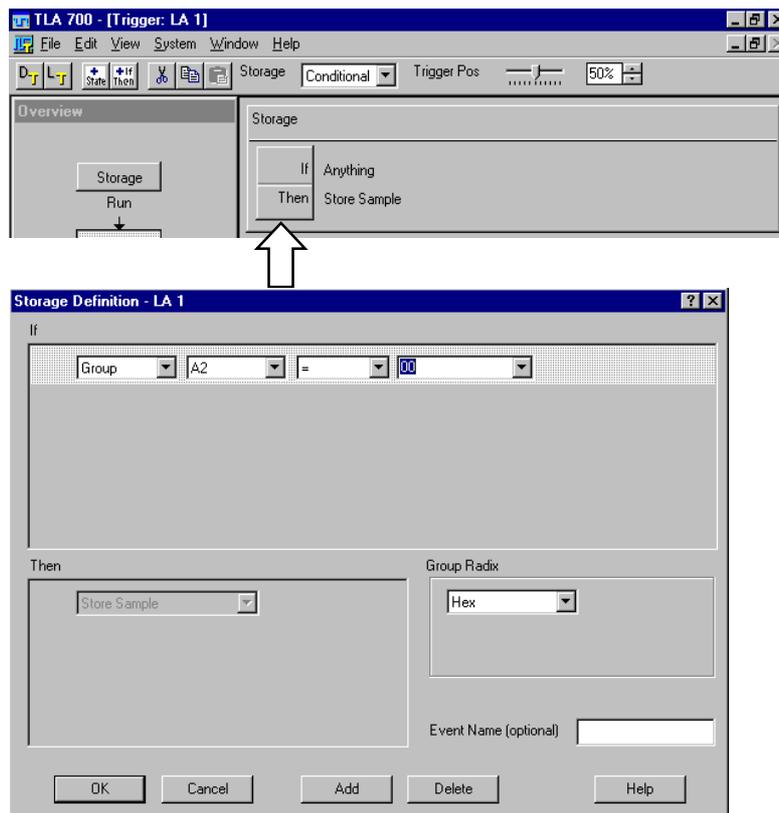

図 3-56 : [Storage Definition]ダイアログ・ボックスの設定
4. [If]ドロップ・ダウン・リスト・ボックスに[Group]を選択します。表示された最初のドロップ・ダウン・リスト・ボックスに[A2]を選択し、最後のテキスト・ボックスに“00”を入力します（図 3-56）。